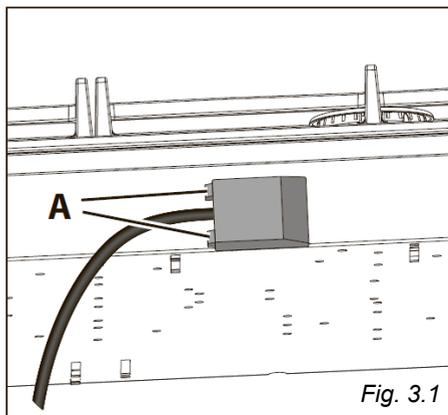

Fig. 3.1
- Desengate a tampa da placa de terminais, inserindo uma chave de parafusos nos dois ganchos “A” (fig. 3.1).